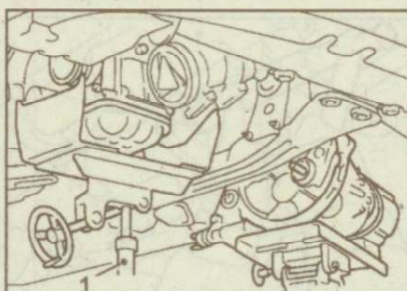

Рис. 9.21. Использование домкрата для поддержки двигателя (1) и второго домкрата для снятия коробки передач
15. Соблюдая осторожность, отделийте коробку передач от двигателя и домкратом медленно опустите ее под автомобиль (рис. 9.21). Поддерживая коробку передач, убедитесь, что опора домкрата поддерживает коробку передач по всей нижней поверхности, а не в одной точке.